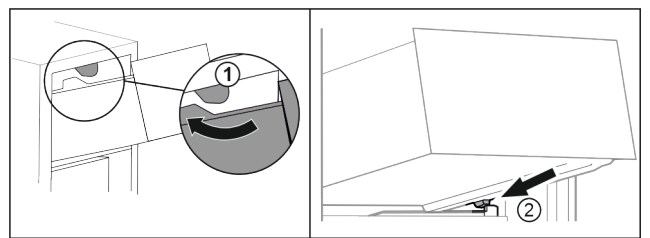

Fig. 98
- ▶ Far passare il cassetto sui fermi superiori. Fig. 98 (1)
- ▶ Applicare il cassetto inclinandolo dietro i fermi inferiori sulla nervatura del contenitore. Fig. 98 (2)